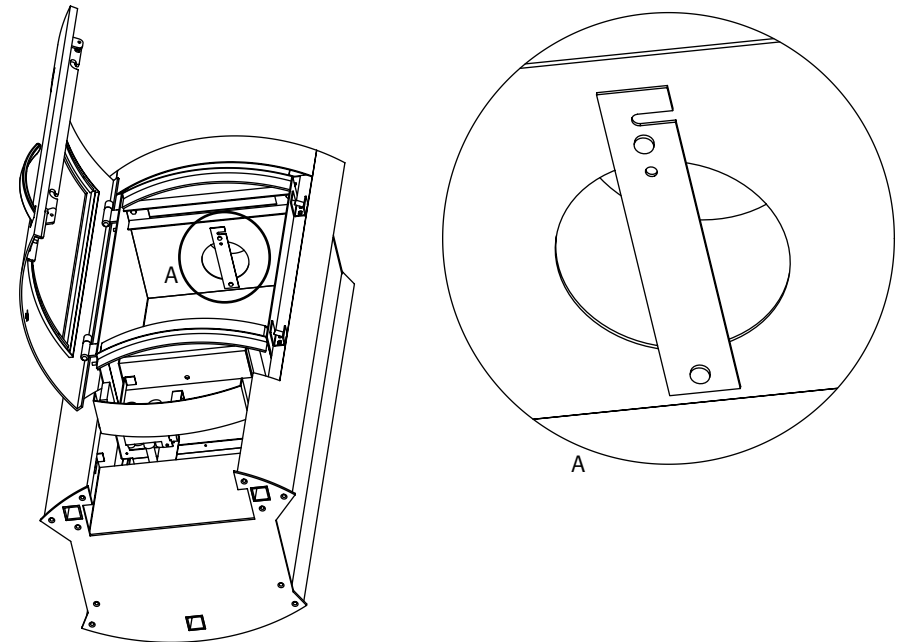

fig. 5
4. Plaats de juiste stuw in de verbrandingskamer (zie fig. 5). Voor de berekening hiervan zie hoofdstuk 3.